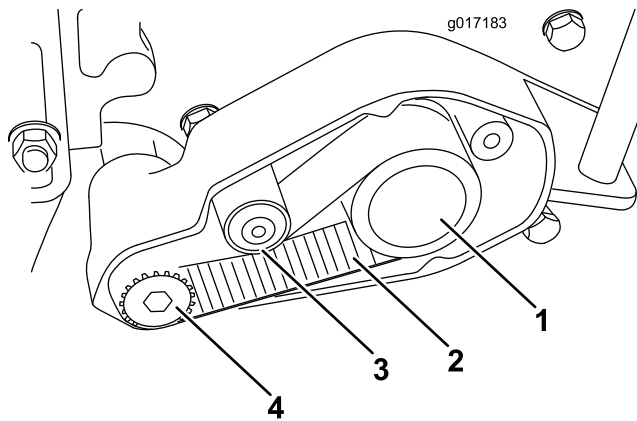

Figura 6
14. Enrosque la polea motriz en la extensión izquierda del eje del molinete (Figura 6). Utilice un taco de madera para evitar que gire el molinete, y apriete la polea a 23 Nm (17 pies-libra) como mínimo.
15. Instale la correa de transmisión dentada alrededor de la polea motriz y la polea arrastrada y por debajo de la polea tensora trasera (Figura 6).
24. Compruebe la tensión de la correa motriz flexionando la correa en el punto intermedio entre la polea motriz y la polea arrastrada (Figura 6). Debe ser necesario aplicar una fuerza de 2 a 4 kg para desviar el punto intermedio de la correa 6 mm. Para ajustar la tensión, afloje el perno de cabeza Allen del pivote trasero de la polea tensora, gire la polea tensora para obtener la tensión correcta y apriete el perno de cabeza Allen a 9–14 Nm (7–10 pies-libra).